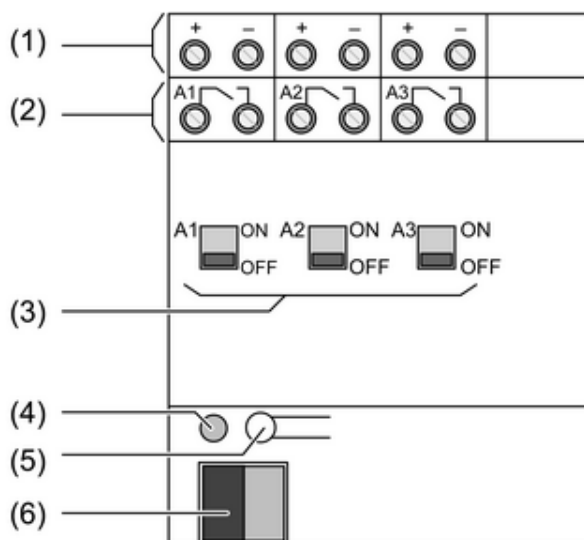

Bild 1
Der Zustand der Relais wird durch die Schiebeschalter (3) auf der Gerätevorderseite wiedergegeben (Bild 1). Diese dienen gleichzeitig zur manuellen Bedienung der Relaisausgänge mit einem geeigneten Werkzeug.